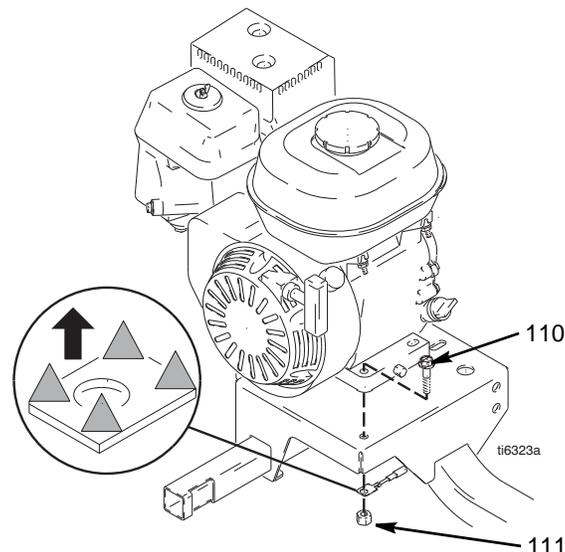

FIG. 12
3. FIG. 12. Retire duas contraporcas (111) e os parafusos (110) da base do motor.
2. FIG. 12. Instale os dois parafusos (110) na base do motor e fixe-os com as contraporcas (111). Utilize um binário de aperto de 20 pol.-lbs (27,12 N-m).